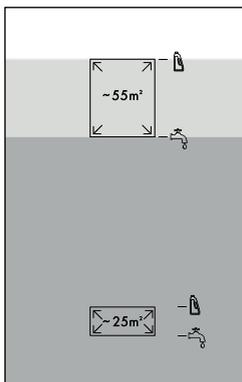

Fig. 9
- ◆ Pentru suprafețe mari  (până la 55 m²) umpleți rezervorul de apă curată **11** cu apă de la robinet sau cu apă distilată până la al treilea marcaj de nivel  (a se vedea fig. 9).
- ◆ Pentru suprafețe mari  (până la 55 m²) umpleți rezervorul de apă curată **11** cu substanțe de curățare până la al patrulea marcaj de nivel  (a se vedea fig. 9).